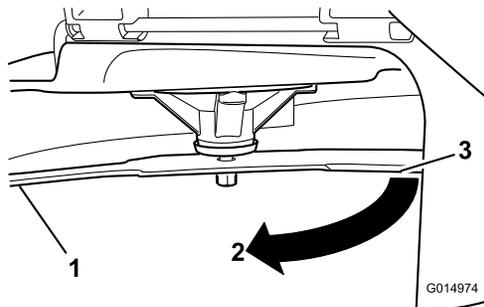

Figure 73
3. Seconde distance mesurée entre la lame et la surface (B)
4. Tournez la même lame de 180 degrés pour amener l'autre tranchant à la même position (Figure 73).